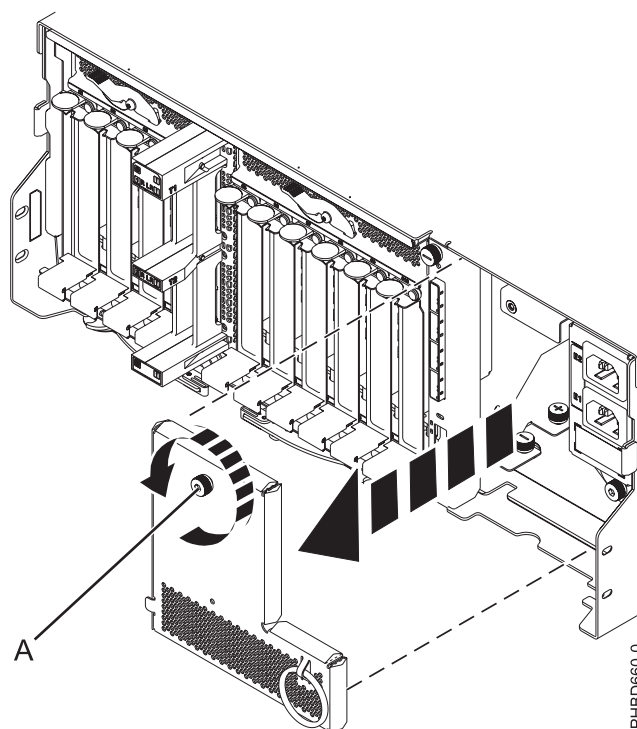

Figure 26. Retrait du capot d'un répartiteur de puissance en entrée
7. Sur le capot du répartiteur de puissance en entrée, dévissez la vis moletée (**A**) puis retirez le capot comme illustré à la figure 26.